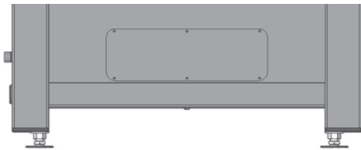

Abb. 6b
1. Demontieren den Blinddeckel mit Dichtung. Hierfür sind 6 Schrauben zu lösen (**Abb. 6b**).
3. Der Blinddeckel mit Dichtung ist auf der gegenüberliegenden Seite mit 6 Schrauben zu montieren (**Abb. 6b**).
2. Montieren Sie den Bilddeckel mit Dichtung und 6 Schrauben auf der entsprechenden Seite (**Abb. 6b**).